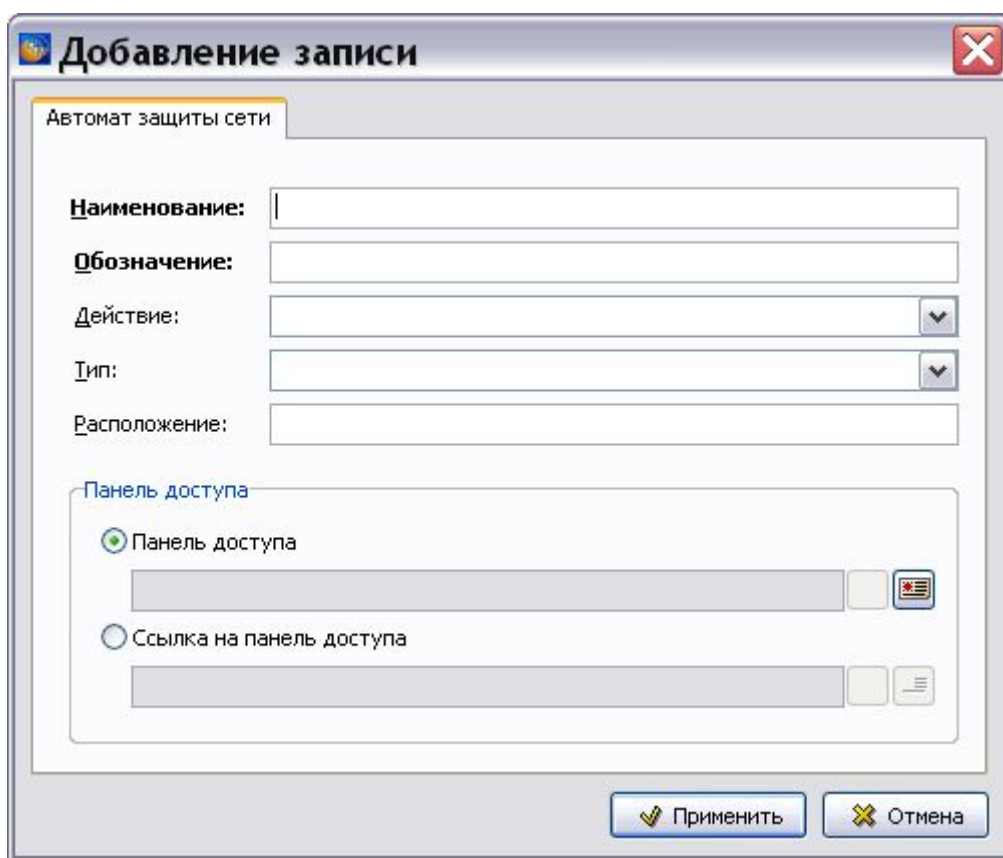

Рис. 6.13
4. Выделите созданную группу и нажмите на кнопку **Добавить АЗ** , находящуюся справа от окна. При этом появится окно **Добавление записи** (Рис. 6.13).